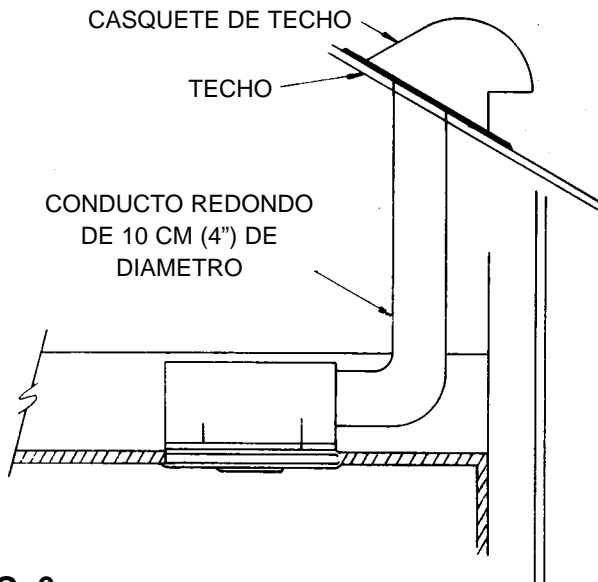

FIG. 6
1. Lea cuidadosamente todas las instrucciones de instalación anteriores, y siga aquéllas que sean aplicables a su instalación, incluyendo todo lo referente a conductos y conexionado. (Figs. 6 y 7).